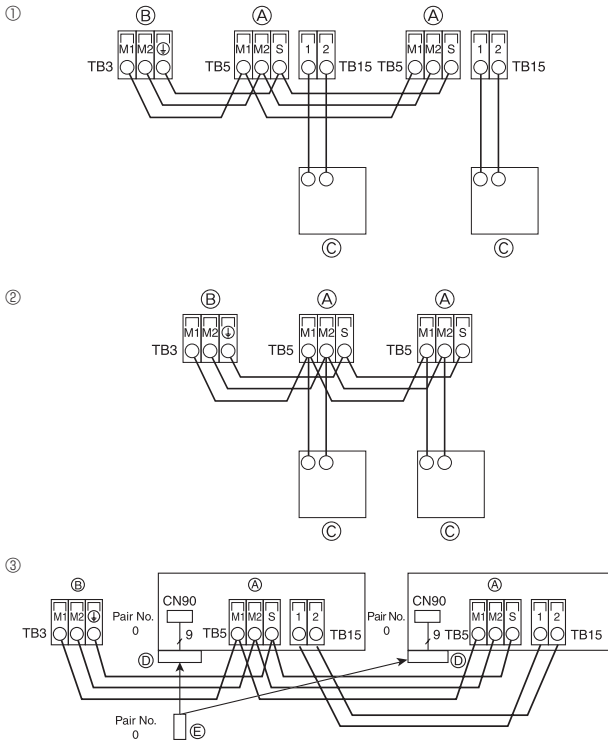
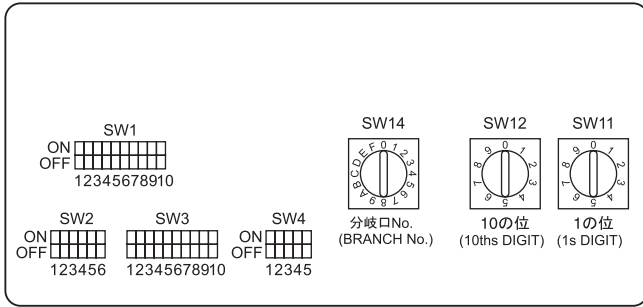

Fig. 4-5
Fig. 4-6
4.4. Uzaktan kumanda ünitesi, iç ve dış iletim kablolarının bağlanması (Fig. 4-5)
- ① MA Uzaktan kumanda ünitesi
- ② M-NET Uzaktan kumanda ünitesi
- ③ Kablosuz uzaktan kumanda (Kablosuz sinyal alıcı kurarken)
4.5. Adreslerin düzenlenmesi (Fig. 4-6)